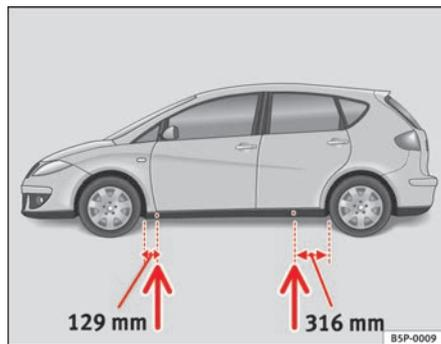

Fig. 176 Pontos de recepção do macaco
- Procure o ponto de recepção na longarina inferior, mais próximo da roda que pretende desmontar ⇒ fig. 176.
Na longarina inferior há depressões que marcam os pontos em que o macaco deve ser aplicado, à frente e atrás ⇒ fig. 176. Foi previsto um local em cada roda. O macaco não pode ser aplicado noutros pontos.